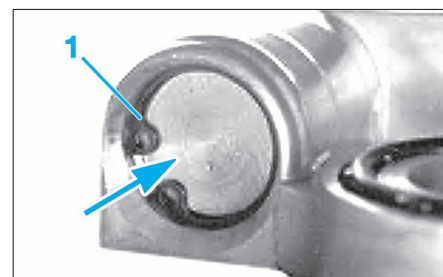

FIG. 24
- Exercer une pression dans le sens de la flèche (Fig.24) jusqu'à ce que le piston ne soit plus en contact avec le circlip (1).